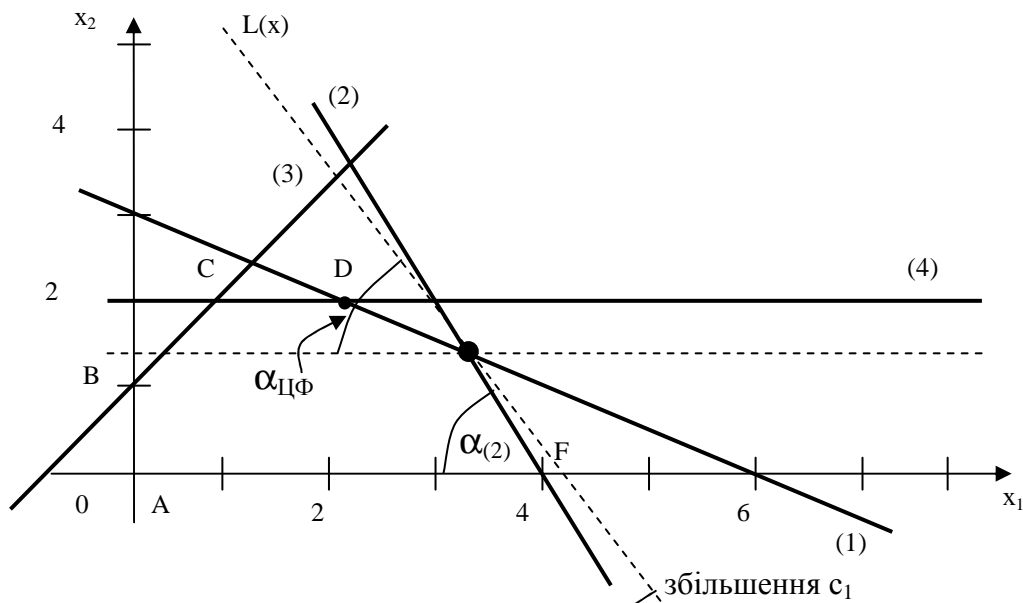

Рисунок 3.6 – Визначення максимуму  $c_1$
Для знаходження  $\max c_1$  цільова пряма має збігтися із прямою (2) (рис. 3.6):